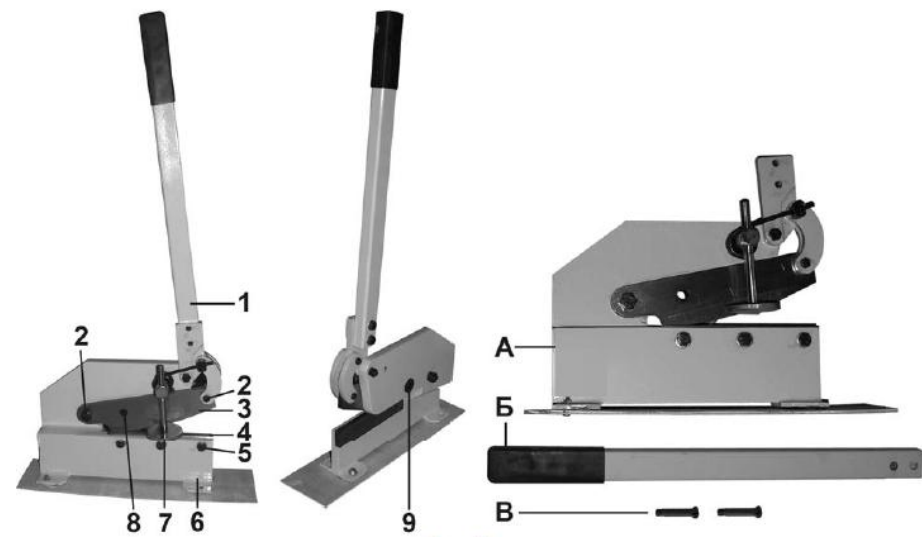

Рис. 1
3.3. Произвести частичную сборку, установив рукоятку (Б) и зафиксировав при помощи винтов (В), (Рис.1).
3.4. Произвести регулировку упора(7) на необходимую толщину резки (не более 6мм) (Рис.1).
3.5. Проверить надежность затяжки рабочих лезвий ножниц при помощи винтов(2 и 5) (Рис.1).
3.6. Для резки листового материала необходимо установить заранее размеченный разрезаемый материал между ножей(3 и 4) (Рис.1). При необходимости провести дополнительную регулировку упора(7) до соприкосновения с поверхностью. Маятниковым движением рычага(1) произвести резку. При ослаблении нагрузки на рычаг, под воздействием возвратной пружины, рычаг возвращается в исходное положение.
3.7. Для резки металлического прутка или арматуры необходимо установить заранее размеченную заготовку диаметром не более указанного в таблице 1, в отверстие(9) (Рис.1). Маятниковым движением рычага(1) произвести резку. При ослаблении нагрузки на рычаг, под воздействием возвратной пружины, рычаг возвращается в исходное положение.